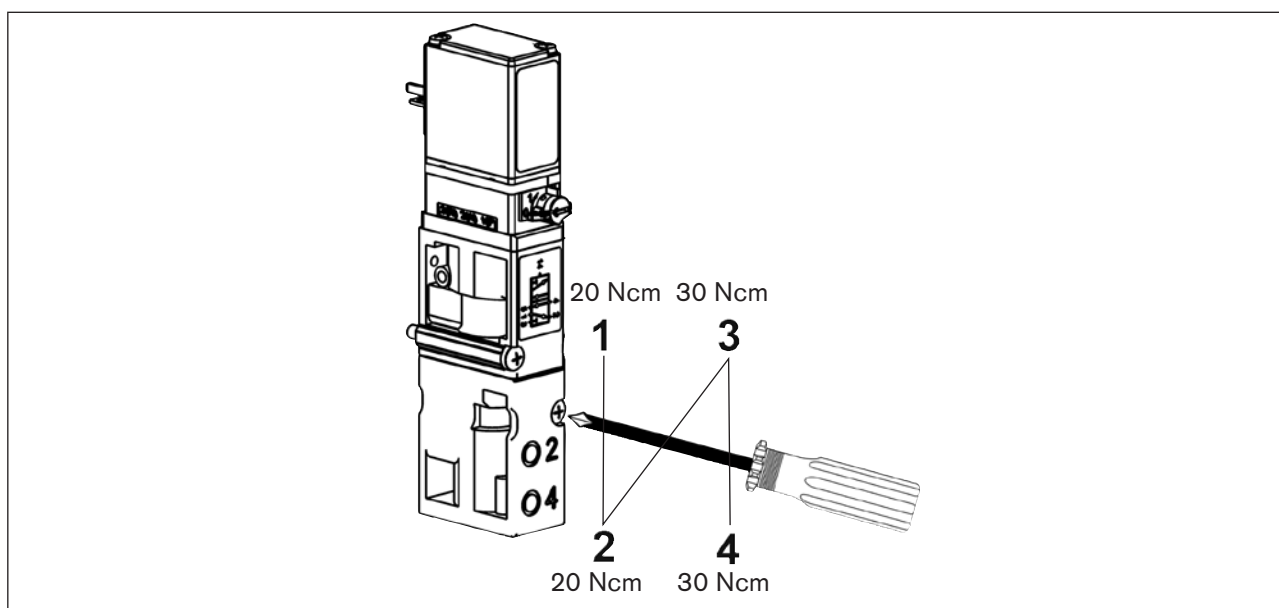

Figure 30 : Serrage des vis
- Positionner la vanne avec les garnitures d'étanchéité à bride / les joints toriques correctement mis en place sur l'emplacement de vanne et serrer les vis conformément à la représentation du montage suivante (voir « Figure 30 : Serrage des vis »).